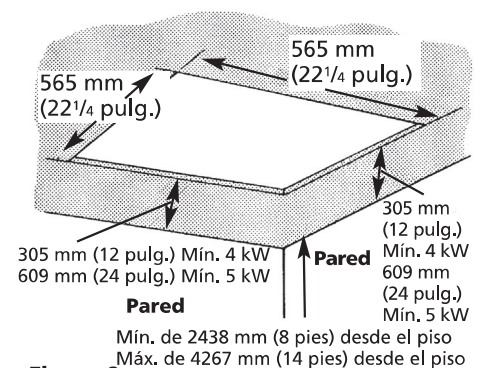

Figura 6
- Corte una abertura de montaje de 565 mm x 565 mm (221/4 pulg. x 221/4 pulg.) en el cielo raso para la caja de montaje empotrado (Figura 6).
- Extraiga de la caja el conjunto del Calentador de Montaje Empotrado. El conjunto del calentador incluye (1) caja de montaje empotrado, (1) calentador, (1) placa frontal empotrada y (1) juego de rejillas de descarga.
- Extraiga del conjunto la caja de montaje empotrado. Extraiga cuatro (4) tuercas de los pasadores de manera que el calentador pueda retirarse de la caja de montaje empotrado. **No deseche** las tuercas ya que se utilizarán en el Paso 13 para montar nuevamente la sección del calentador en la caja de montaje empotrado.